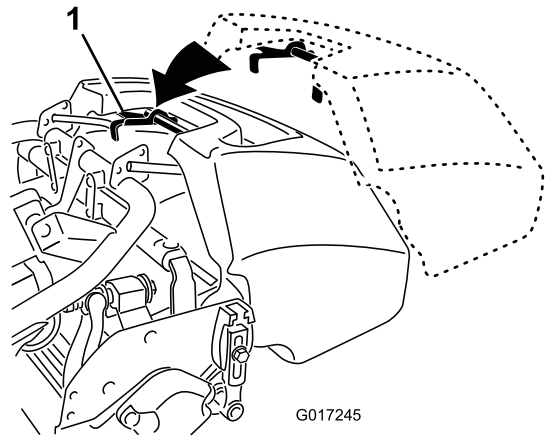

Bild 14
2. Schieben Sie die Fangkorblippe zwischen den Seitenplatten der Schneideinheit und über die Frontrolle ein (Bild 14).
3. Befestigen Sie die Fangkorbhaken über dem Rahmenbügel (Bild 14).